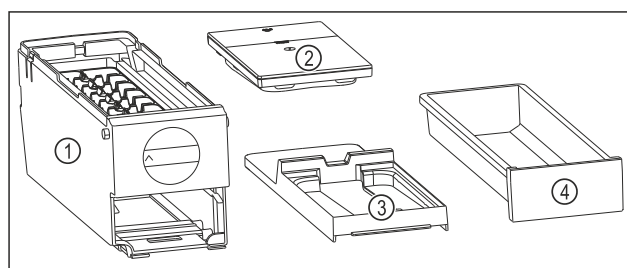

Fig. 122 Bestandteile des EasyTwist-Ice
- EasyTwist-Ice ist in vier Teile zerlegt. (siehe Fig. 122)
- EasyTwist-Ice nur in abgebildete Bestandteile zerlegen. (siehe Fig. 122)
- EasyTwist-Ice-Körper Fig. 122 (1) als Ganzes reinigen.